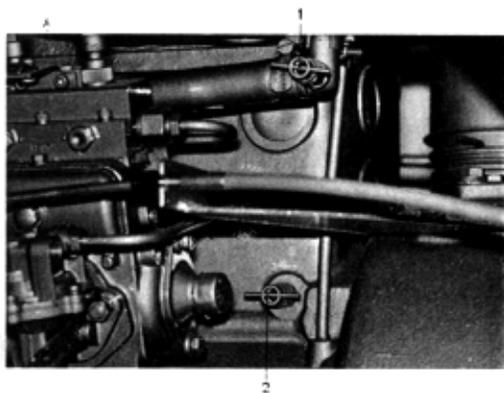

Abb. 11 Ablaßhähne für Kühlwasser
- 2 Die Ablaßhähne an Zylinderblock und Auspuffrohr öffnen, siehe Abb. 11.